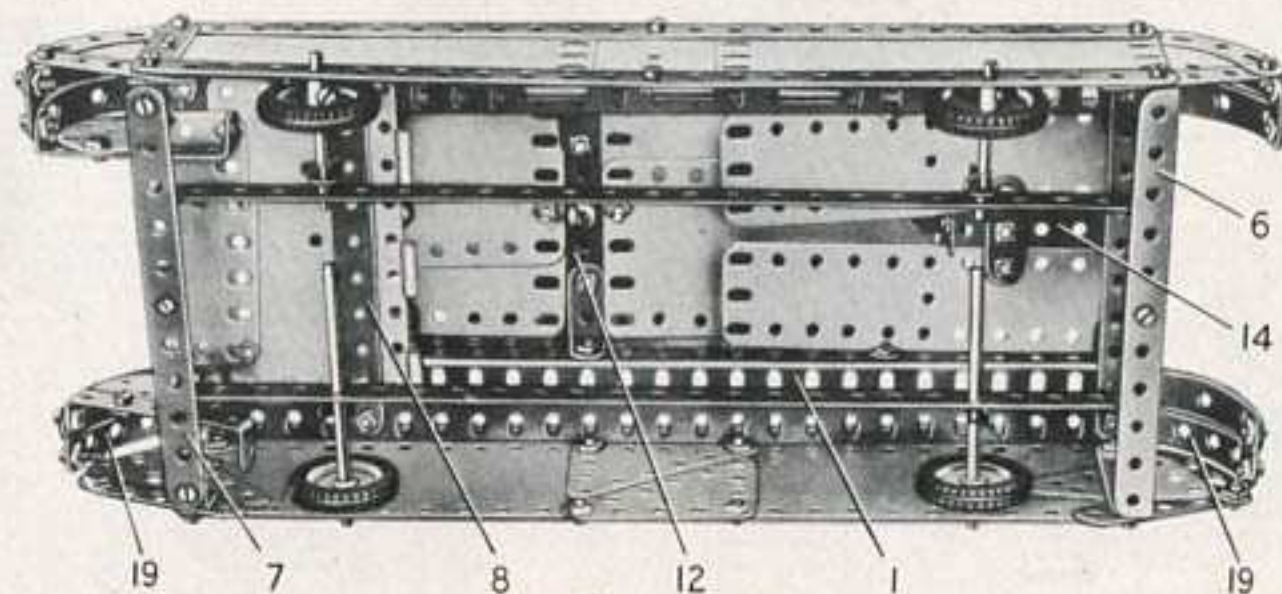

Fig. 5.16a
Figure 5.16a : le moyeu d'une poulie de 75 mm. (12) passe dans cette ouverture. La poulie est boulonnée sur les plaques et est réunie aux bandes (10) par des équerres de 25x25 mm. Une bande coudée de 60x12 mm. est fixée sur une équerre à 135° tenue par un boulon (13).